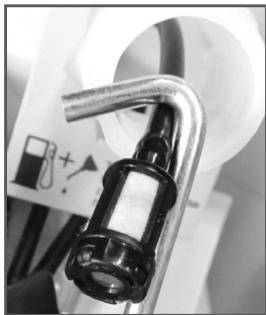

Рис. 21 Извлечение топливного фильтра
3. Зацепите крючком топливный шланг с фильтром и вытяните через заливную горловину (Рис. 21).